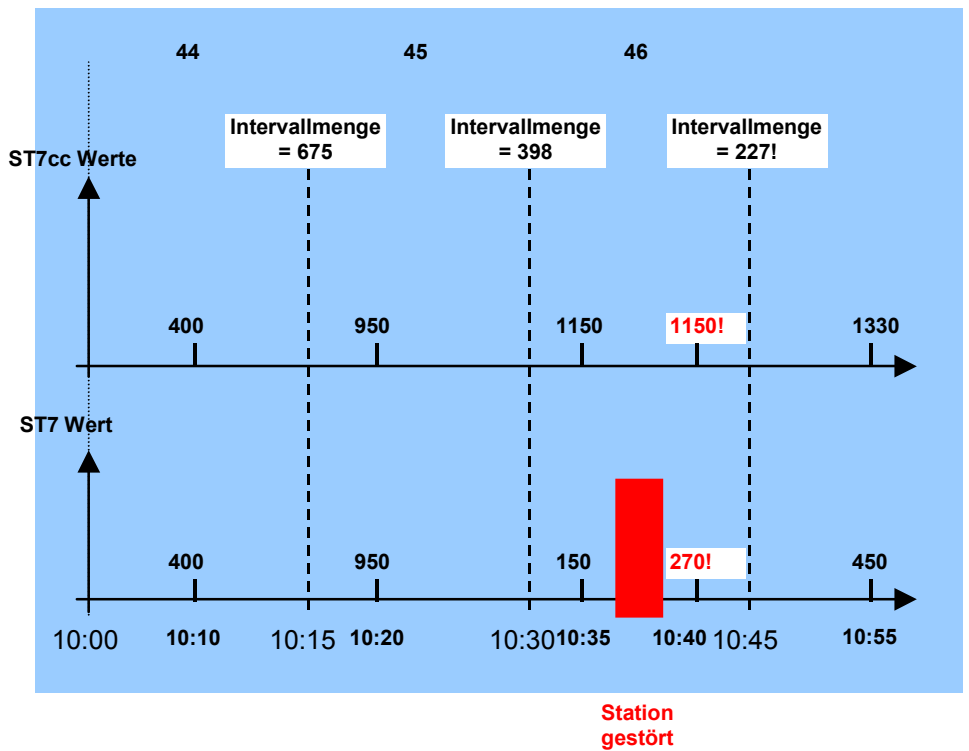

Bild 4-73 Intervallbezogene Zählwertverarbeitung
Die Definition von Intervallen und entsprechende intervallbasierte Rechenfunktionen sind zum Berechnen der Intervallmengen (intervallbezogene Differenzmengen) eine notwendige Voraussetzung. Die ST7cc Intervallendebearbeitung ist auf die Zuführung von zeitversetzt eintreffenden ST7-Telegrammen mit ereignisorientierten zeitgestempelten Prozesswerten ausgerichtet. Eine Intervallmenge über ein Bearbeitungsintervall kann erst dann fertiggestellt werden, wenn ein Prozesswert zugeleitet wird, dessen Zeitstempel logisch bereits in einem nachfolgenden Intervall liegt. Im Bild 4-73 wird das Intervall 44 durch die Wertzuführung um 10:20 abgeschlossen.
Intervallmengenbildung bedeutet, dass der Anwender ein Zeitintervall, z. B. 15 Minutenintervall, definiert und darüber die Differenzmenge errechnen möchte. Die Differenzmenge ergibt sich aus dem absoluten Zählerstand am Intervallende minus dem absoluten Zählerstand zu Intervallbeginn. Da der Zeitstempel eines Zählwertes nur zufällig einen Zeitwert beinhaltet, der einem Intervallende entspricht, wird bei der Intervallendebearbeitung nach dem Verfahren der paritätischen Verteilung der Intervallendewert errechnet. In den Rechenbeispielen im Bild 4-73 wird vorausgesetzt, dass der Absolutzähler mit dem Wert 0 beginnt. Die Differenz zwischen der zweiten Wertzuführung (950) und der ersten Wertzuführung (400) wird paritätisch auf die Intervalle 44 und 45 aufgeteilt.
Im Beispiel (siehe Bild 4-73) wurde als Überlaufwert des Absolutzählers in der Station der Wert 1000 gewählt. Im Intervall 46 erfolgt eine Wertzuführung 150 (Zeitstempel = 10:35). Die ST7cc Zählwertverarbeitung erkennt, dass ein Überlauf erfolgte, und berücksichtigt dies bei der Bildung des Absolutwertes.